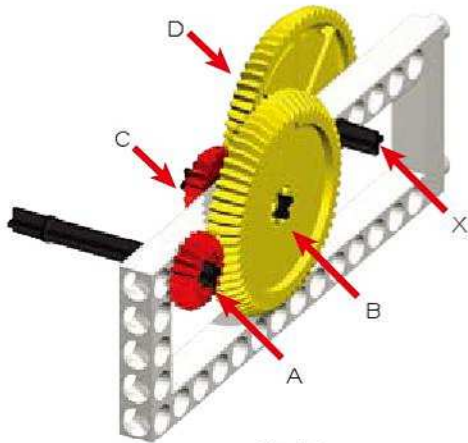

Fig. 14
1. Utilise deux roues 20T, deux roues 60T, deux petits arbres et deux grands, pour monter l'ensemble montré à la figure 14.